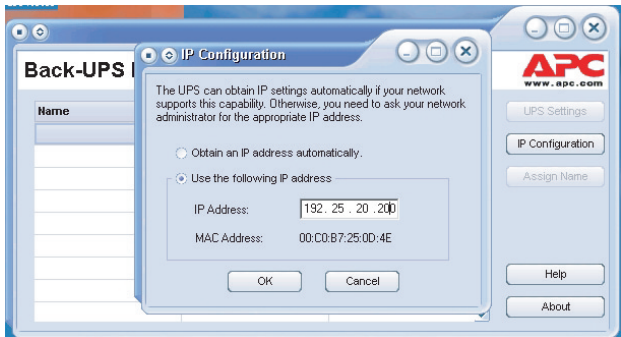
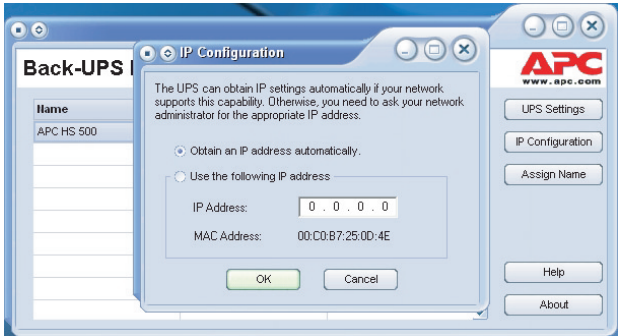

Рисунок 9. Окно присвоения IP-адреса
Рисунок 10. Незаполненное окно присвоения IP-адреса
9. Если функция DHCP в сети не предусмотрена, или если Вы хотите присвоить устройству Back-UPS легко запоминающийся IP-адрес, то это можно сделать вручную, нажав кнопку **IP Configuration** (Настройка IP). Присваиваемый Вами адрес должен соответствовать формату, приведенному на Рис. 9, и не может дублировать уже существующий. На Рис. 10 представлено окно настройки IP-адреса с введенными в соответствующее поле цифрами 0.